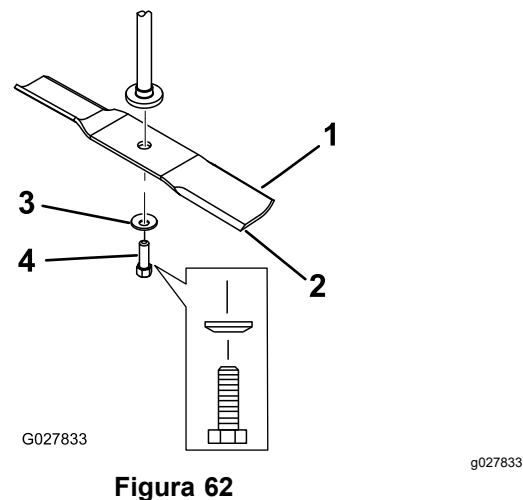

Figura 62
2. Retire a cavilha da lâmina, a anilha curva, e a lâmina do eixo (Figura 62).
1. Instale lâmina no eixo (Figura 62).
2. Instale a anilha curva (lado oval virado para a lâmina) e o parafuso da lâmina (Figura 62).